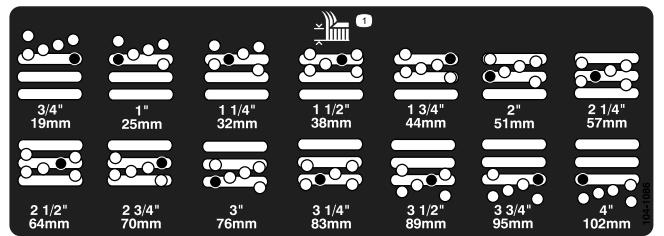

Рисунок 19
- Переместите камеру на требуемую высоту скашивания и установите проставку в предусмотренные для этой высоты отверстие и паз (Рисунок 19).